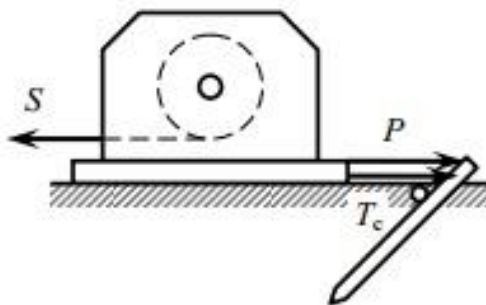

Рисунок6 - Расчётная схема крепления лебедки.
28. Рассчитать элемент закрепления электролебёдки типа ЛМ-5М, установленной на бетонном полу цеха без контргруза (рис. 6).